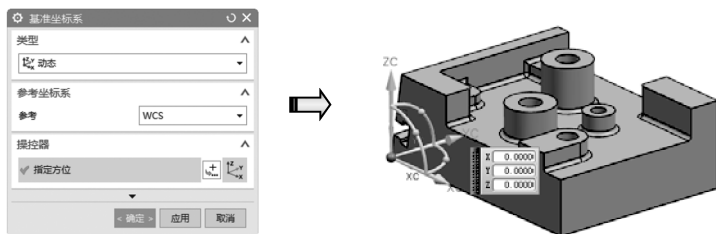

图 1-52 在默认点放置坐标系
- 02 单击【基准坐标系】按钮，弹出【基准坐标系】对话框。采用默认的【动态】类型，以模型中默认点作为坐标系的放置参考，如图 1-52 所示。